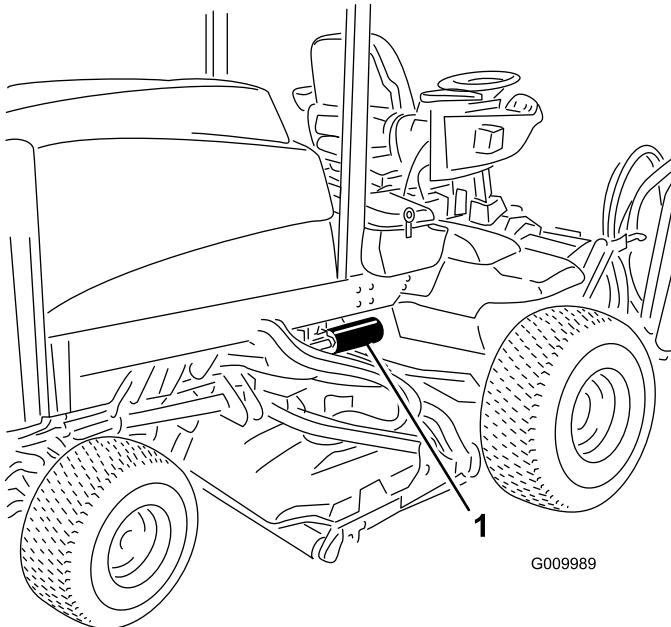

Figura 55
- Limpie la zona de montaje del filtro. Coloque un recipiente debajo del filtro y retire el filtro (Figura 54 y Figura 55).